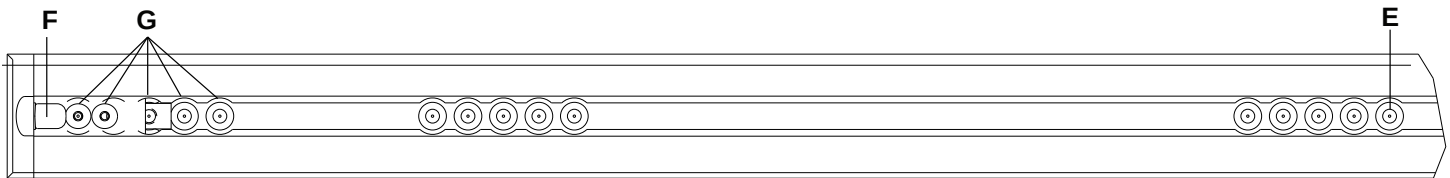

Abbildung 16 – Position der Bodenplatten-Passlöcher – Fußende
Hinweis - Wenn bereits eine zuvor installierte Bodenplatte ohne Anker-Fahrzeug-Kabel vorhanden ist, von Passloch E ausgehend entweder 3 Zoll oder 7 Zoll (7,6 cm oder 17,8 cm) Richtung Kopfende abmessen (Abbildung 16). Diese Stelle in der Mitte des Kanals markieren. Hier wird die elektrische Eingangsbuchse angebracht. Anweisungen für die elektrische Verbindung finden sich in der Installationsanleitung (6390-109-020) zur Bodenplatte von Stryker.
Hinweis - Die Positionen des Sicherheitshakens (F) und der zusätzlichen Montagelöcher (G) sind nur zur Orientierung dargestellt (Abbildung 16). Sie werden bei der **Performance-LOAD** Installation nicht verwendet.